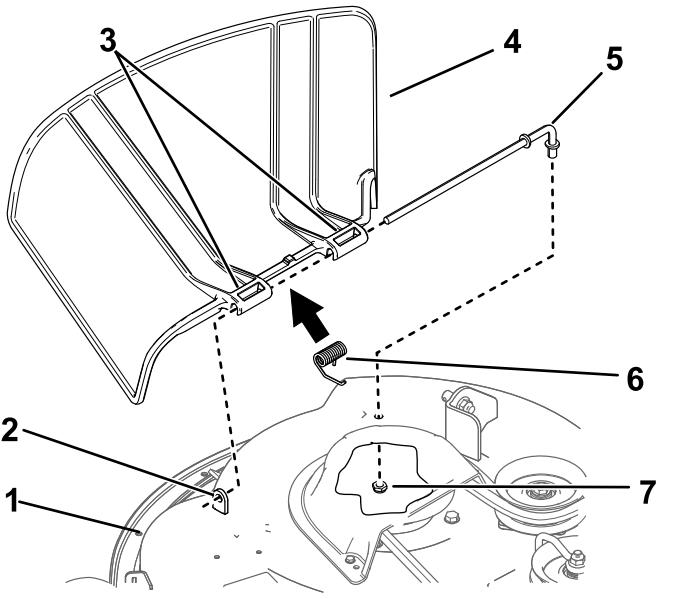

Figura 67
- Retire la varilla del espaciador corto, del muelle y del deflector de hierba (Figura 67).
- Instale el deflector de hierba nuevo (Figura 67).
- Deslice la varilla por el segundo pivote del deflector de hierba (Figura 67).
- Sujete el extremo trasero de la varilla al cortacésped con una tuerca (3/8"), según se muestra en Figura 67.
- Retire la tuerca (3/8") de la varilla (debajo del cortacésped) (Figura 67).